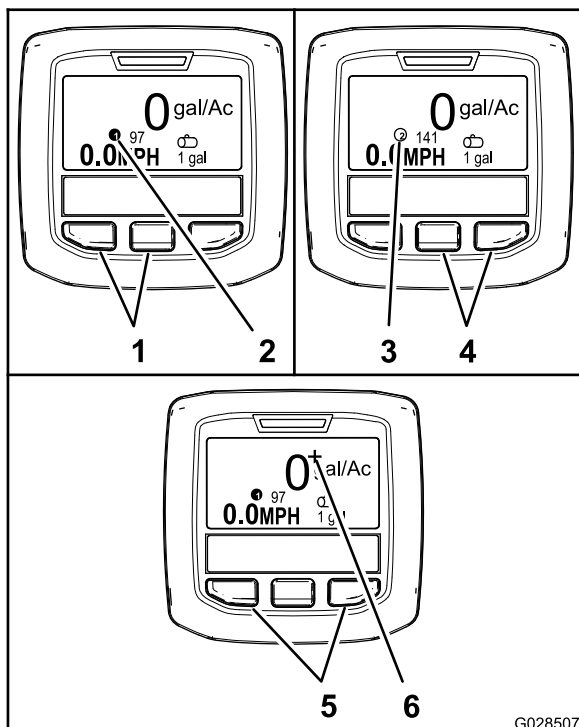

図 65
- 散布レートその1を表示させるには、左側の2つのボタンを押す (図 65)。
- 散布レートその2を表示させるには、右側の2つのボタンを押す (図 65)。
- 散布レートを一時的に変えるには、両側の2つのボタンを押す (図 65)。